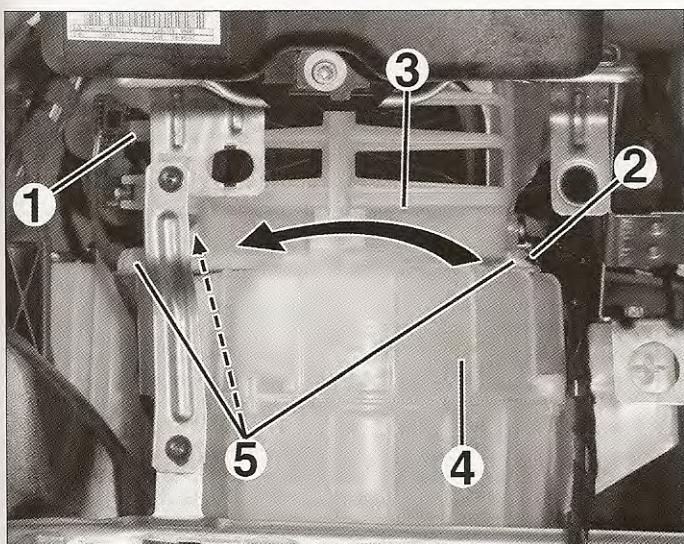

FIG. 24
- Desconectar el motor (1) de trampilla de reciclaje de aire (fig. 24).
- Desatornillar la fijación (2) del conducto de admisión de aire (3) en el ventilador de calefacción (4).
- Girar el conducto de admisión de aire para separarlo de sus puntos de fijación (5).
- Desmontar el conducto de admisión de aire (3).